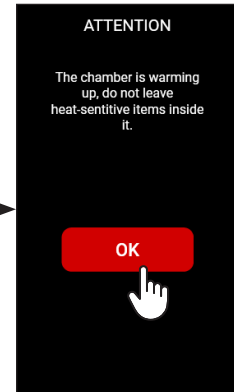

fig.12
- Beim Einstellen des Modus „Warmhalten“ wird darauf hingewiesen, dass keine hitzeempfindlichen Gegenstände im Inneren verbleiben sollen. Klicken Sie auf OK, um zu bestätigen, dass es keinen Gegenstand im Inneneren gibt (fig. 12).